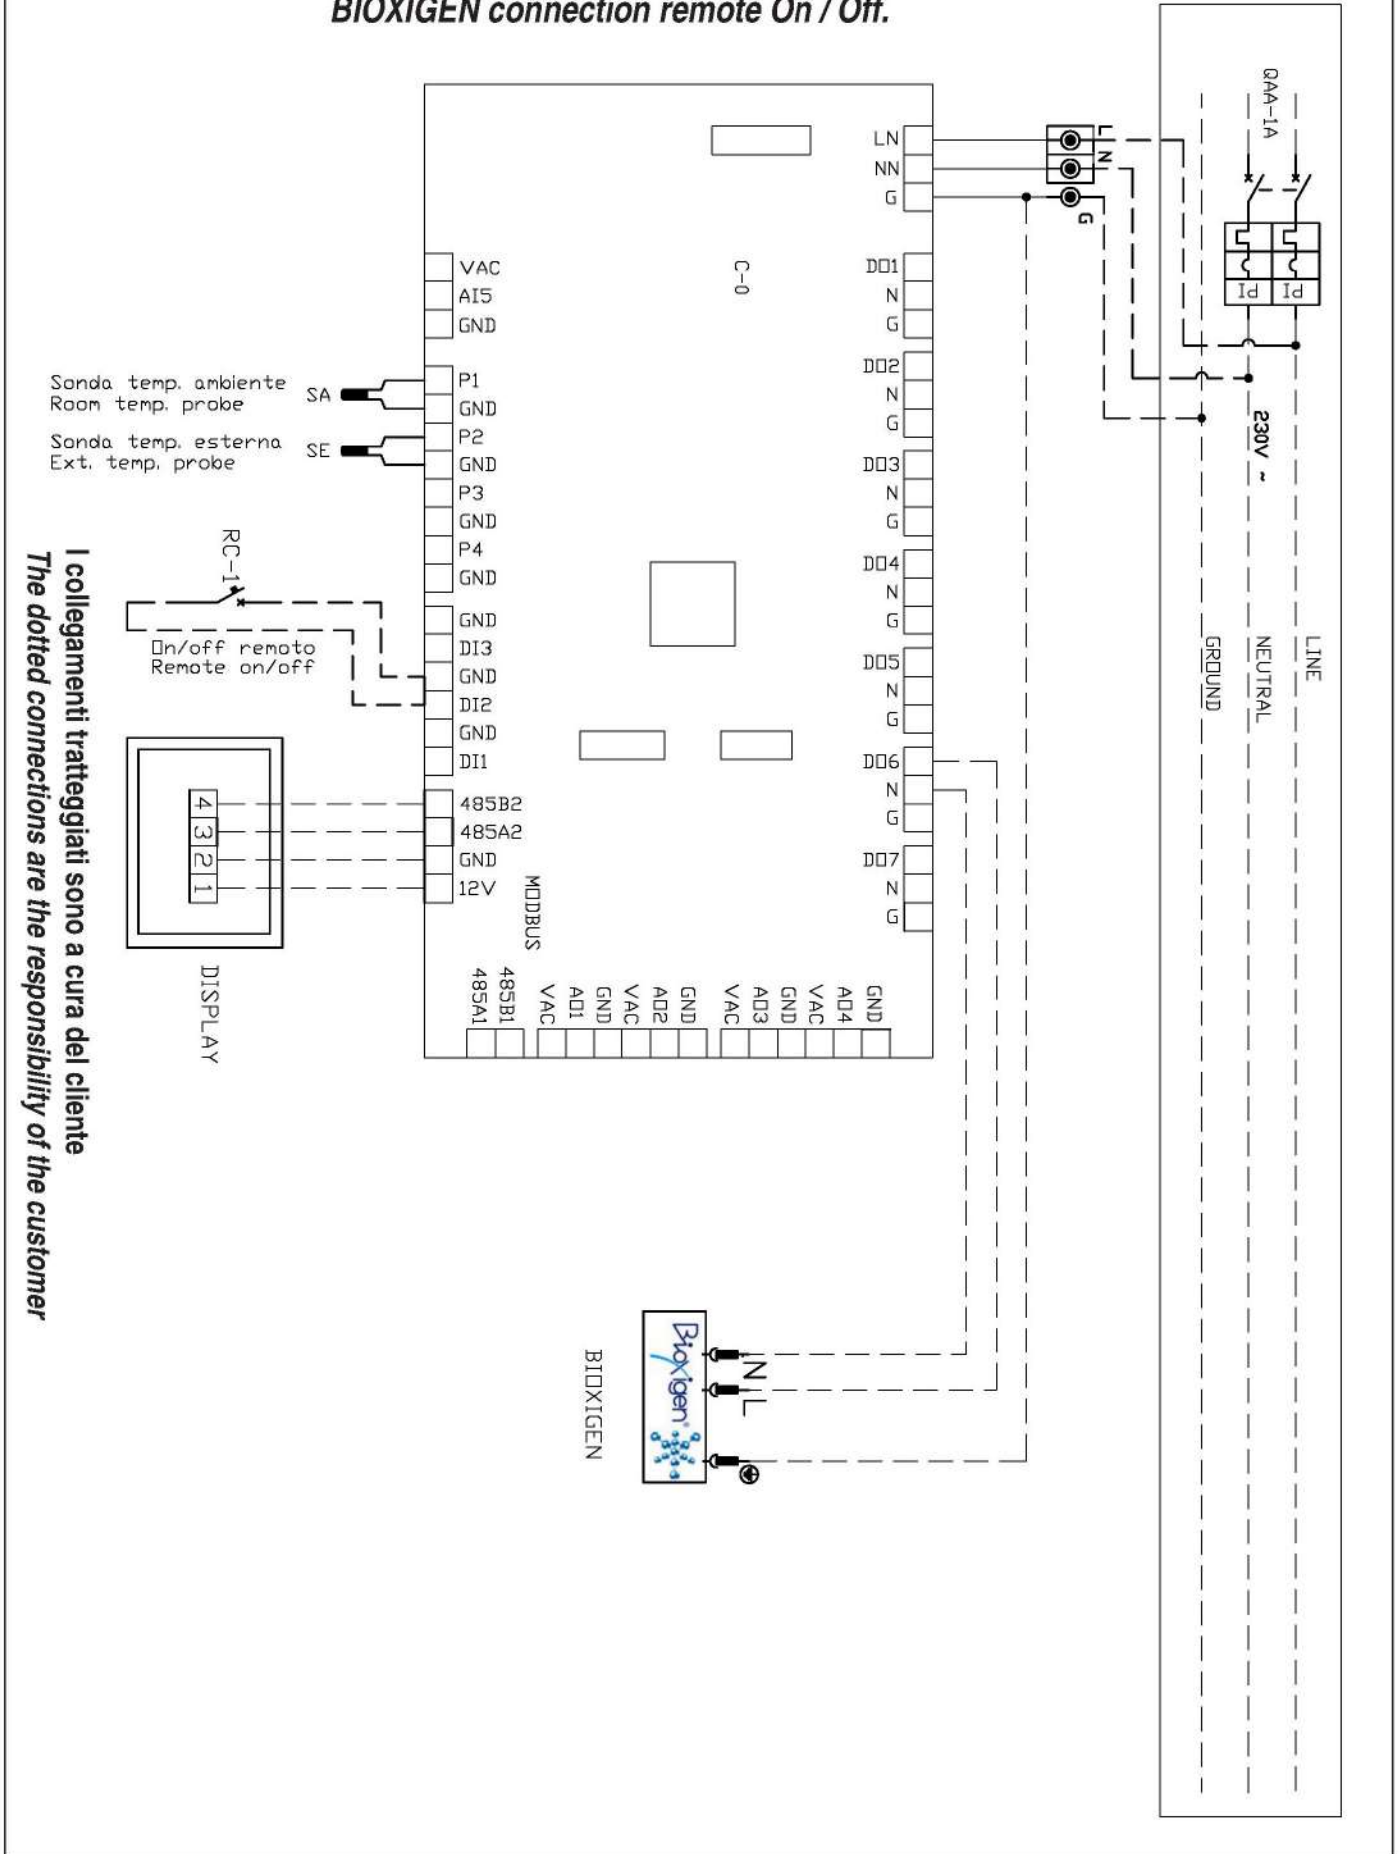

Fig.18
**NOTA:** Nel caso si colleghi il BIOXIGEN tramite On/Off remoto, vedere lo schema (Fig. 18) a pag. 29.
**NOTE:** If the BIOXIGEN is connected remote On / Off, see the diagram (Fig. 18) on page 29.